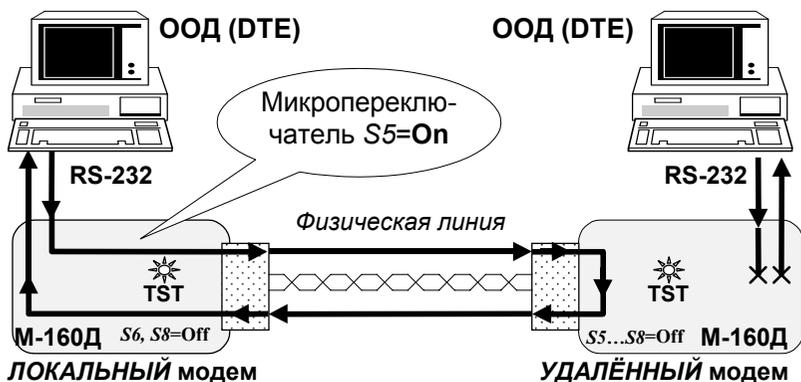

Рис. 10 Проверка *Удаленный шлейф (RDL)*
Проверка *Удаленный шлейф (RDL)* устанавливает заворот данных (шлейф) на УДАЛЕННОМ модеме в сторону ЛОКАЛЬНОГО модема. Проверка *Удаленный шлейф (Remote Digital Loopback)* обеспечивает возможность полной проверки канала передачи данных, образованного с помощью двух модемов М-160Д. Рис. 10 иллюстрирует принцип проверки *Удаленный шлейф (RDL)* для одного направления. Модем позволяет выполнить проверку канала передачи данных как с помощью внешнего ООД (DTE), так и в автономном режиме с помощью встроенного анализатора – BER-тестера.
Для организации проверки канала передачи данных в режиме *Удаленный шлейф (RDL)* с помощью ООД (DTE) необходимо подключить модемы и установить требуемые параметры обмена (микропереключатель $S8=Off$). Затем на одном модеме, назовем этот модем ЛОКАЛЬНЫМ, необходимо установить микропереключатель $S5$ в положение **On**. На другом модеме, см.Рис. 10, назовём его УДАЛЕННЫМ, микропереключатели $S5...S8$ должны находиться в положении **Off** (рабочий режим).
1. **ЛОКАЛЬНЫЙ** модем переводит выходную цепь *DCD RS-232* в пассивное состояние, гасит индикатор **CD**, затем переводит **УДАЛЕННЫЙ** модем в режим заворота данных в физическую линию, см.Рис. 10.